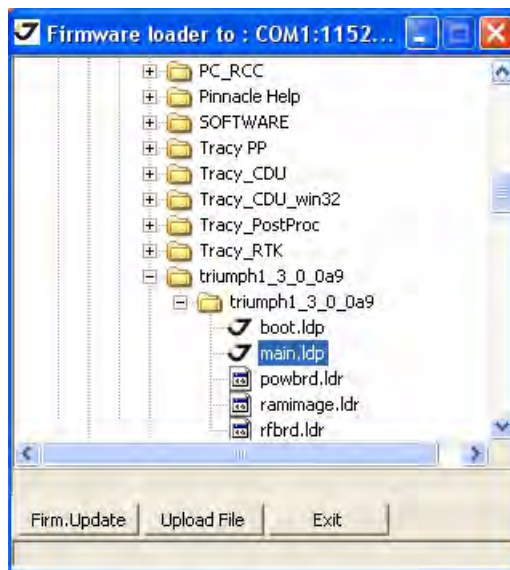

Рисунок 58. Загрузка нового аппаратно-программного обеспечения
5. Найдите папку с комплектом файлов новой версии аппаратно-программного обеспечения. Выберите файл *main.ldp* (Рис. 58):